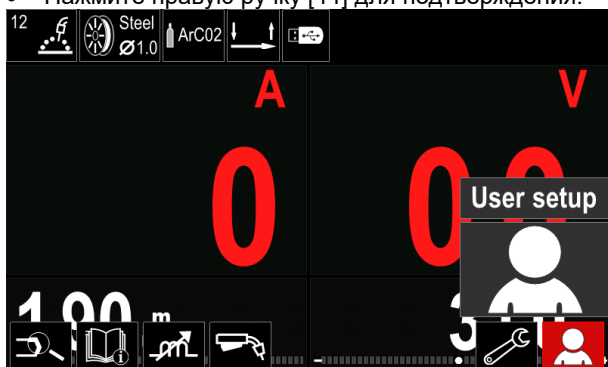

Рисунок 16
- Войдите в меню "Настройки пользователя" (см. Рисунок 16.)